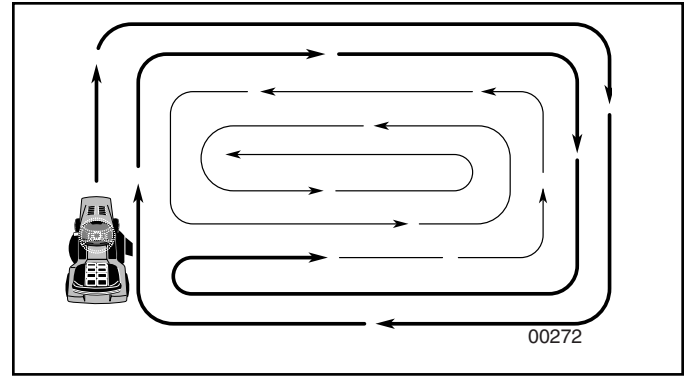

FIG. 8
- Pour tondre une grande surface, on vous conseille de commencer par tourner à droite, de façon à ce que l'herbe ne soit pas déversée sur les arbustes, les clôtures, les allées, etc. Après un ou deux tours, tondez en sens inverse en tournant à gauche jusqu'à ce que le travail soit achevé (Voir la Fig. 8).